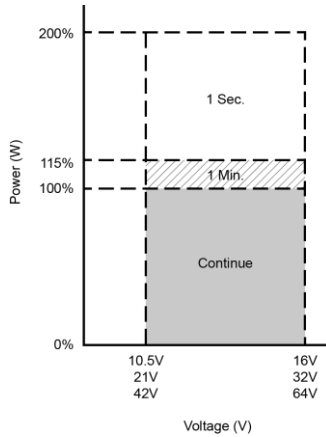

Figure 2. SE400 voltage performance
- ① Normale Belastungsbedingung:  $V_{in} = 12,5V / 25V / 50V$ ,  $V_o = 100/110/115/120 V$  AC 80% Las(PF=1.0)
- ② Spannungsverhalten: Siehe Abbildung 2
- ① Normale Belastung Bedingung: Vin = 12,5V / 25V / 50V, Vo = 200/220/230/240 V AC 80% Last (PF=1.0)